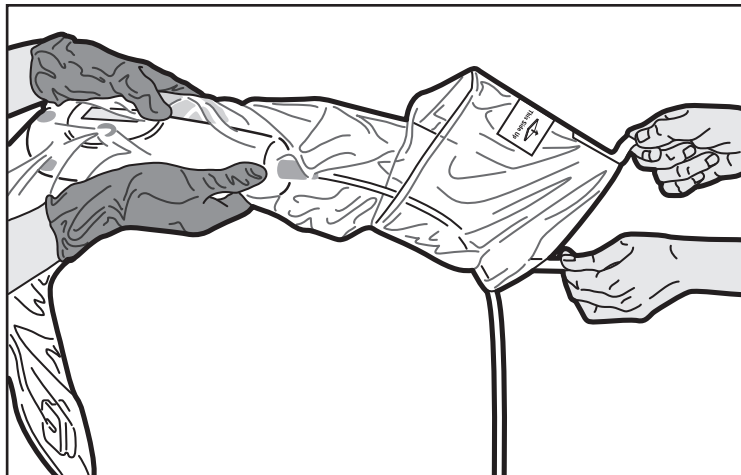

Figura 5. Dispiegamento della sacca
6. L'operatore in campo sterile afferra quindi l'unità di azionamento MDU5 PLUS con il rivestimento posizionato. L'operatore in campo non sterile afferra e tira le linguette, fino al dispiegamento completo della sacca (Figura 5).